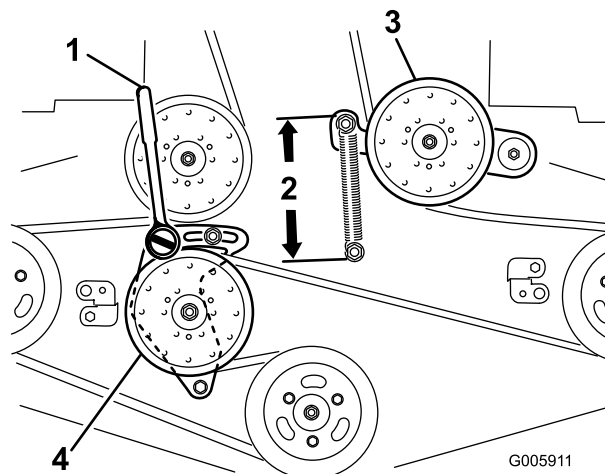

Bild 61
4. Lösen Sie den starren Spannarm und stellen Sie ihn ein, um die Riemen Spannung zu lösen (Bild 61).
7. Setzen Sie eine Ratsche mit einem kurzen Griff oder ein Stemmeisen in das rechteckige Loch im fixierten Spannarm ein (Bild 61).
9. Drehen Sie zum Erhöhen der Riemen Spannung die Ratsche oder das Stemmeisen nach links, um den starren Spannarm zu bewegen, bis Sie einen Abstand von 16,5 cm zwischen den Federhaken erhalten (Bild 61).